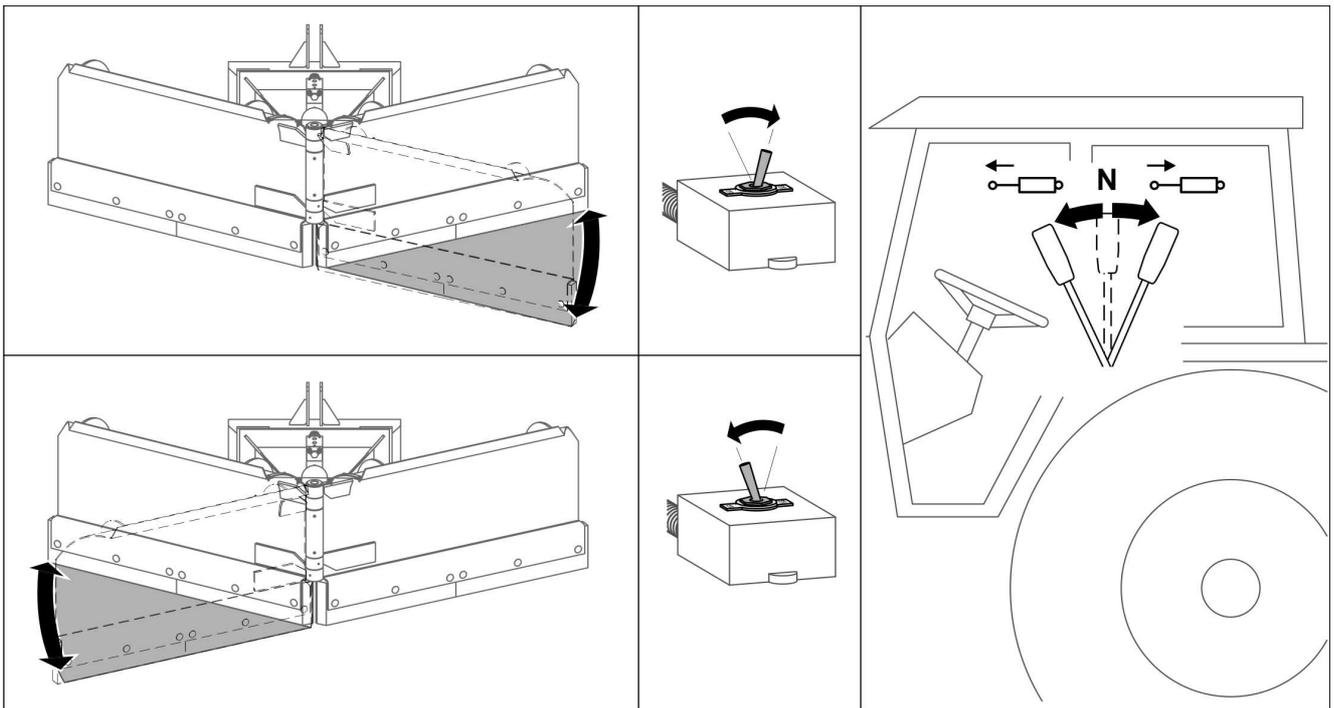

ABBILDUNG 4.6 Änderung der Betriebsposition
Bei Stellung der Schalters in der Position "OFF" oder "0" (abgeschaltet) kann eine Seite des Pflugs gesteuert werden, bei Stellung des Schalters in der Position "ON" oder "I" (eingeschaltet) die zweite Hälfte (ABBILDUNG 4.6).
Die Verschleißschienen (1) neigen sich dank der Stoßdämpferfedern (4) beim Auftreffen auf ein Hindernis nach hinten. Die Einstellung der Neigung der Verschleißschienen wird mit Hilfe der Muttern (3) vorgenommen. Die Spannung der Federn (4) wird mithilfe der Muttern (2) eingestellt (ABBILDUNG 4.6).